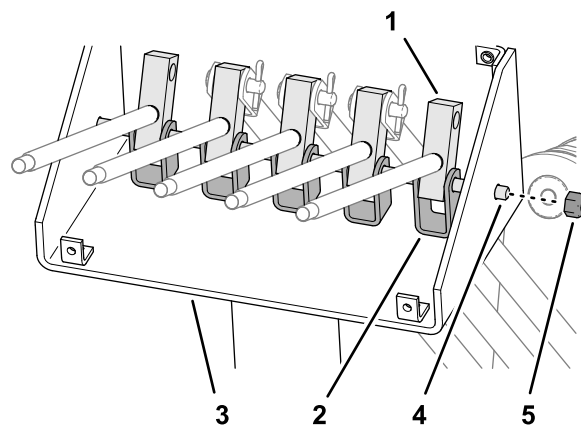

Figure 26
- Insérez l'axe de pivot dans les trous du support extrême droit de la biellette de commande, des blocs de levier et de la console de commande (Figure 26).
- Fixez l'axe de pivot sur la console avec le contre-écrou (Figure 26).